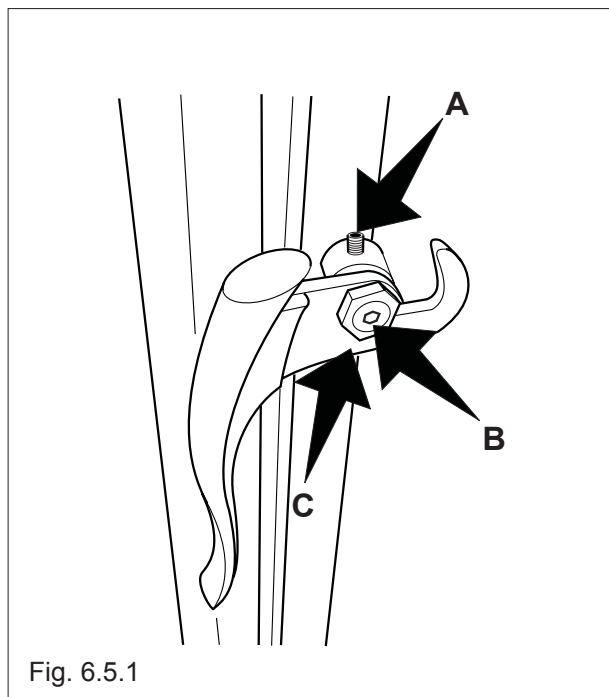

Fig. 6.5.1
6.5 AJUSTE DE LA MANILLA (FIG.6.5.1)
6.5 REGLAGE DE LA POIGNEE (FIG.6.5.1)